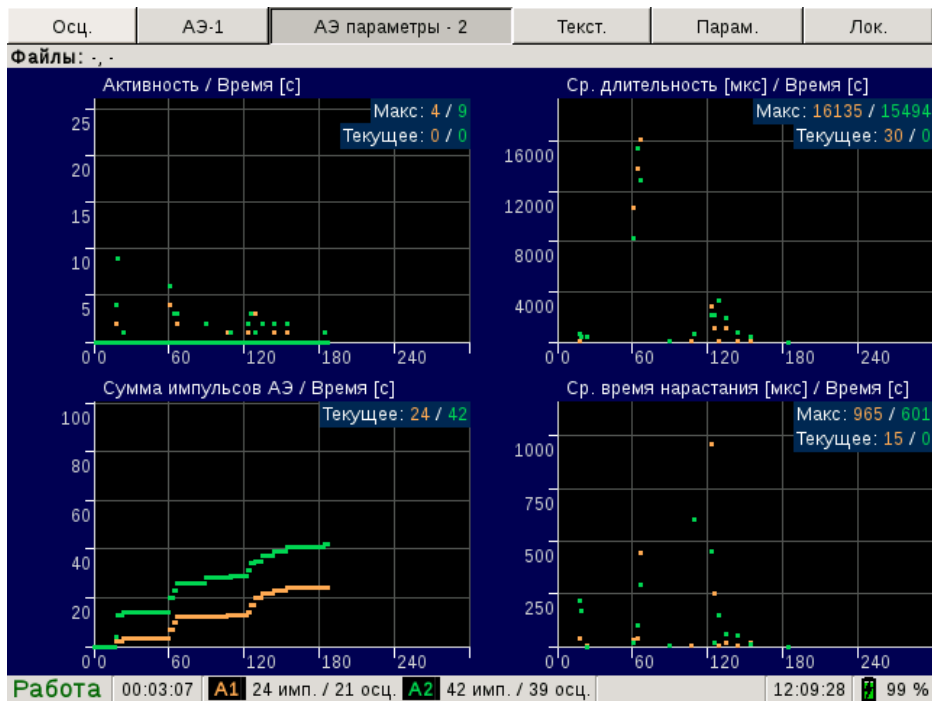

Рис. 4.4. Страница АЭ параметры - 2
- ◇ страница **АЭ параметры - 2** (рис. 4.4) содержит окна активности, средней длительности, суммы импульсов АЭ, среднего времени нарастания;